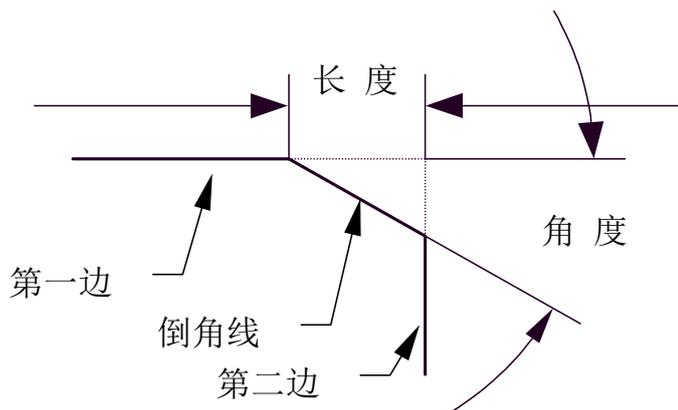

图 4-21 长度和角度的定义
- 3) 立即菜单中的【3: 长度】和【4: 角度】（或【4: 宽度】）两项内容表示倒角的轴向长度和倒角的角度。根据系统提示，从键盘输入新值可改变倒角的长度与角度。其中【轴向长度】是指从两直线的交点开始，沿所拾取的第一条直线方向的长度。【角度】是指倒角线与所拾取第一条直线的夹角，其范围是(0, 180)。其定义如图 4-21 所示。由于轴向长度和角度的定义均与第一条直线的拾取有关，所以两条直线拾取的顺序不同，所作出的倒角也不同。